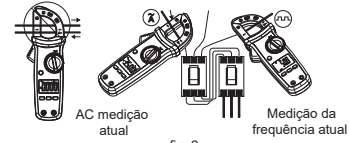

fig. 2
1. Medição da corrente AC/frequência da corrente (fig. 2)